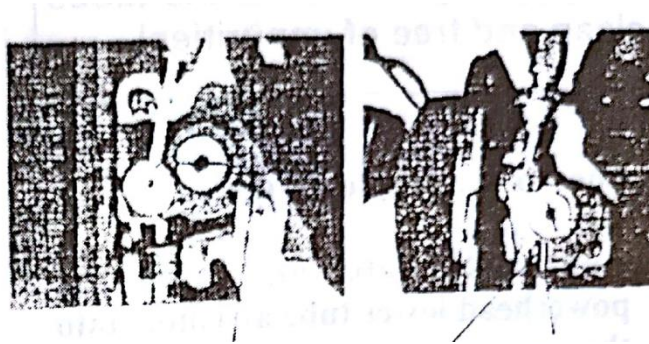

Figura 1
1. Afloje la tuerca del cable del acelerador en la cubierta del ventilador como muestra la figura 1.